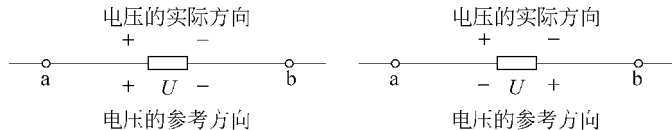

图 1-4 电压的标记方向
(1) 电压的实际方向: 正电荷在电场中受电场力作用(电场力做正功时)移动的方向。
(2) 电压的参考方向: 与电流参考方向类似, 即人为指定某一段电路或某一元件上电压的参考方向。可用+、-极性(也称参考极性)表示, 如图 1-4 所示; 也可用双下标表示, 如 U_{ab} 表示电压的参考方向由 a 指向 b。
(3) 实际方向与参考方向的关系: 与电流的参考方向选择相似, 若根据参考方向分析计算电压的结果为正 ($U > 0$), 说明电压的实际方向与参考方向相同; 若所得结果为负 ($U < 0$), 说明电压的实际方向与参考方向相反。